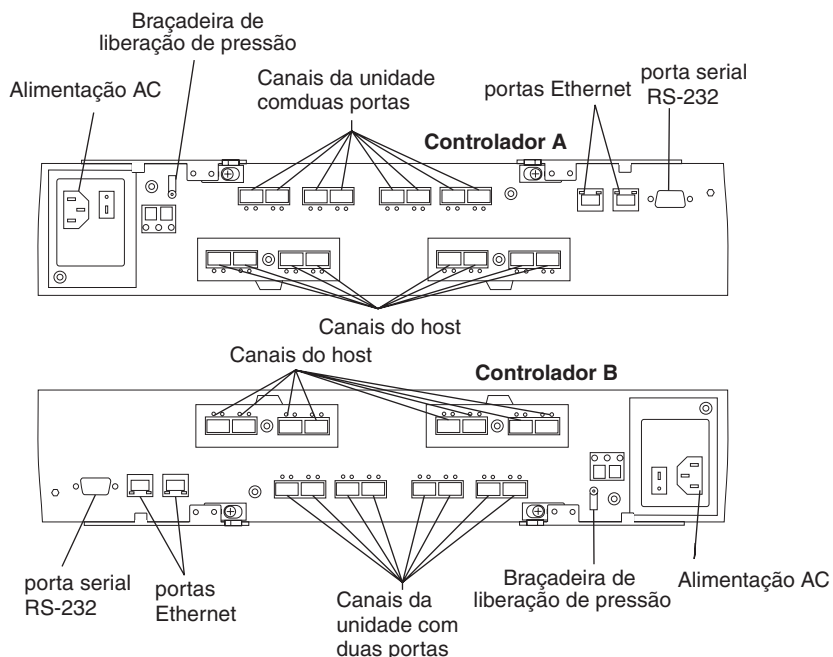

Figura 107. Conectores na Parte Traseira de Cada Controlador
8. Desconecte todos os cabos de interface conectados do controlador que você está atualizando ou substituindo, incluindo os módulos SFP. Assegure-se de rotular cada cabo para que seja possível reconectá-los corretamente ao controlador novo ou atualizado. A Figura 107 mostra o local dos conectores na parte traseira de um controlador.